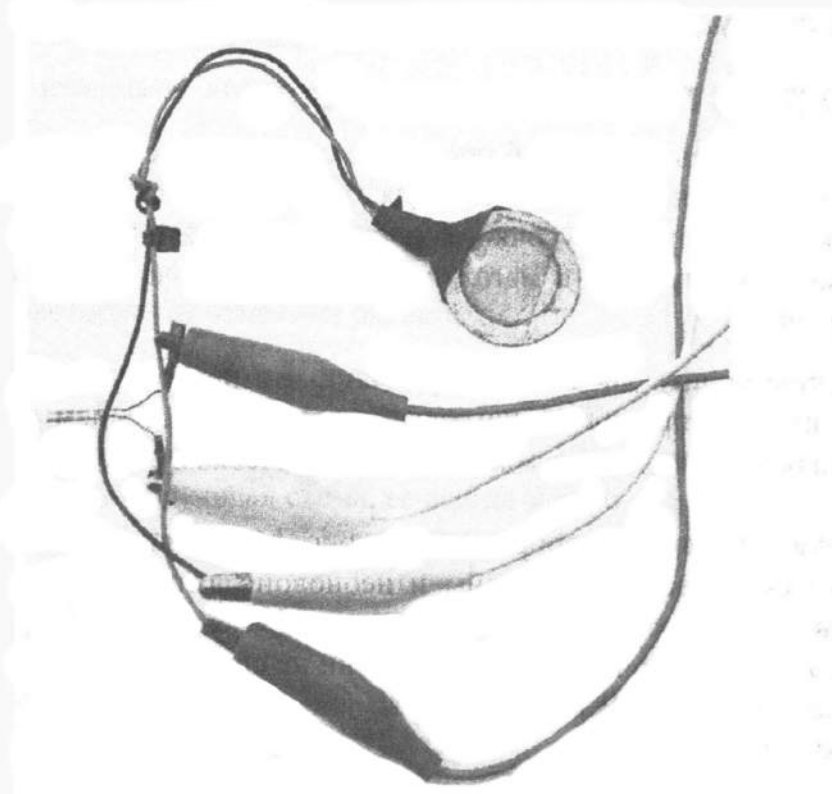

Рис. 14.4. С помощью “крокодильчиков” очень удобно соединять пьезоэлектрический диск и лампочку между собой
2. Соедините между собой пьезоэлектрик и неоновую лампу при помощи зажимов типа “крокодил”, как показано на рис. 14.4.